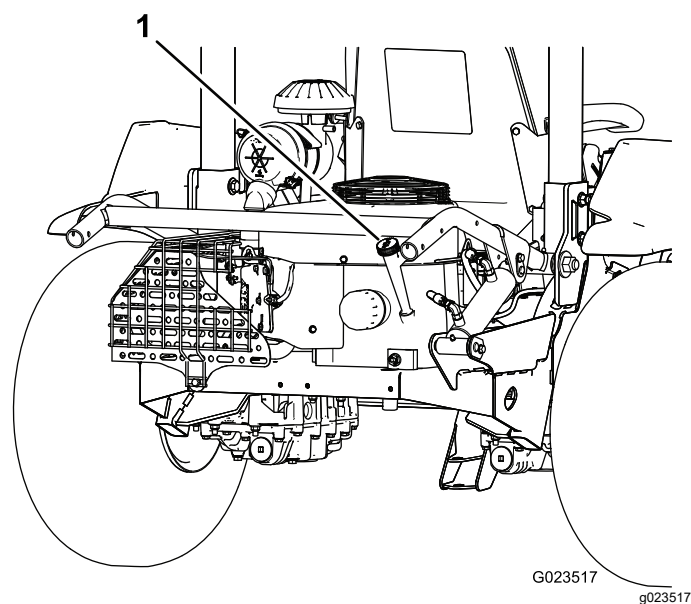
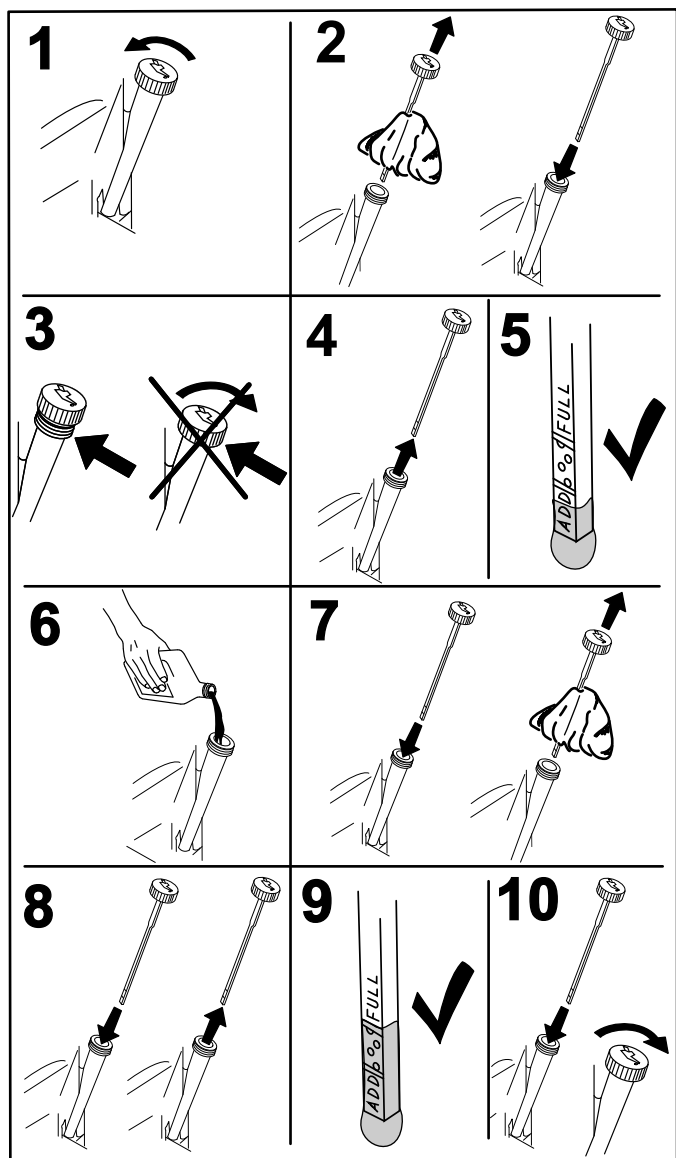

Figure 33
Figure 34
- Sortez la jauge (Figure 33) et essuyez-la sur un chiffon propre (Figure 34).